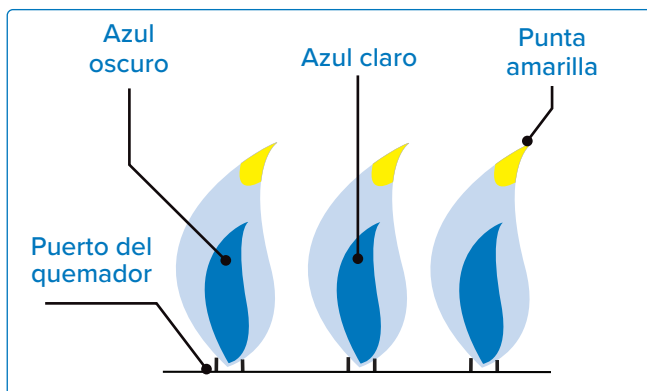

Fig. 30
- Muy poco aire provocará llamas amarillas, con hollín y perezosas (**Fig 30**).